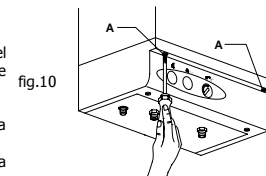

fig.10
- quitar los dos tornillos **A** (fig.10)